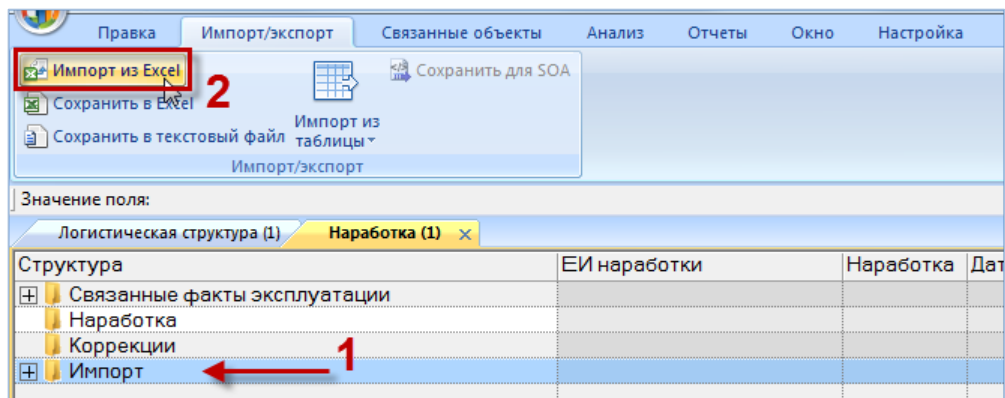

Рис. 25-51 – Импорт наработки из файла Excel
2) Выделить в рабочем окне «Наработка» папку, в которую будут добавлены данные из файла, и нажать кнопку «Импорт из Excel» панели «Импорт/экспорт» (1 и 2 на рис. 25-51).